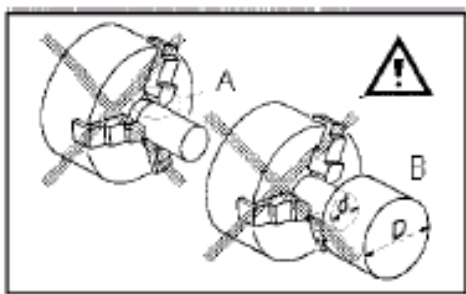

Рис. 13
Избегайте коротких длин зажима (A, рис.13) или зажимов заготовок за малый диаметр (B).